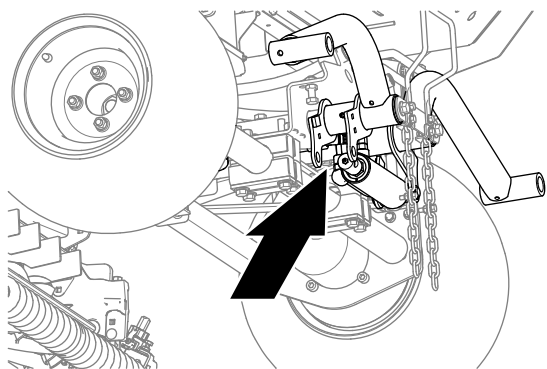

Рисунок 11
1. Поместите сливной поддон под гидравлические штуцеры гидроцилиндра подъема (Рисунок 11).